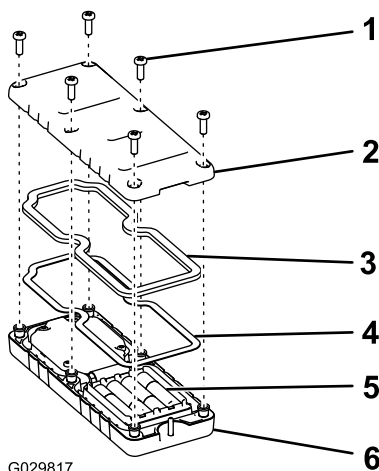

Figure 30
1. Retirez les 6 vis au dos de la télécommande et déposez le couvercle (Figure 30).
5. Remettez le couvercle en place et fixez-le avec les 6 vis retirées précédemment (Figure 30) serrées à un couple de 1,5 à 1,7 N·m (13 à 15 po-lb).